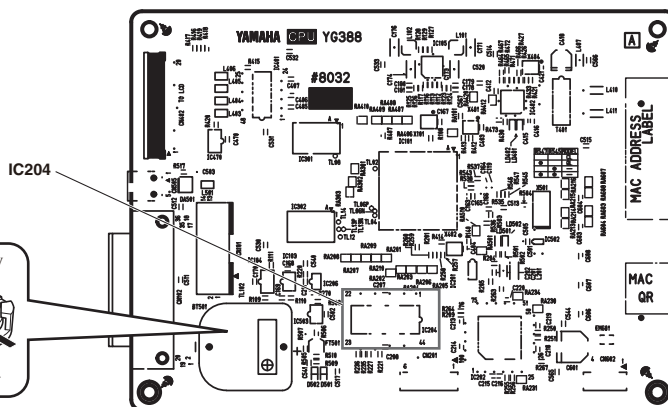

Fig. 4 (図4)
- * **IC204 on CPUQL circuit board: MRAM (Magneto resistive Random Access Memory) is a storage element using magnetism. Keep any magnetic item such as a screwdriver away from it as the magnetic force of such item may cause damage to the data of IC204 and the IC itself. (Fig. 4)**
- ※ CPUQL シートの IC204 : MRAM (Magneto resistive Random Access Memory : 磁気抵抗ランダム・アクセス・メモリー) は、磁気に弱いいため、ドライバーなど磁気を帯びたものを近づけないでください。検査時など通電中は、ドライバーなど磁気を帯びたものを 3cm 以内に近づけないでください。(図 4)